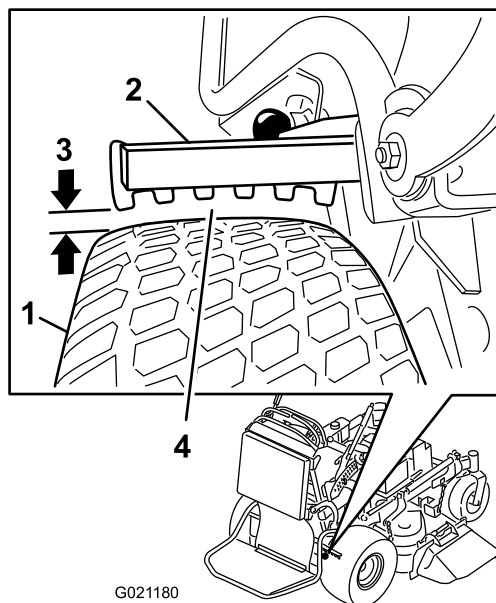

Figura 62
6. Utilizzando il lato con il gioco minore, verificate che la distanza sia compresa tra 3 e 6 mm come mostrato in Figura 62); fate riferimento a Regolazione dei freni \(pagina 47\) per eventuali regolazioni.
5. Regolate la forcella (Figura 62).